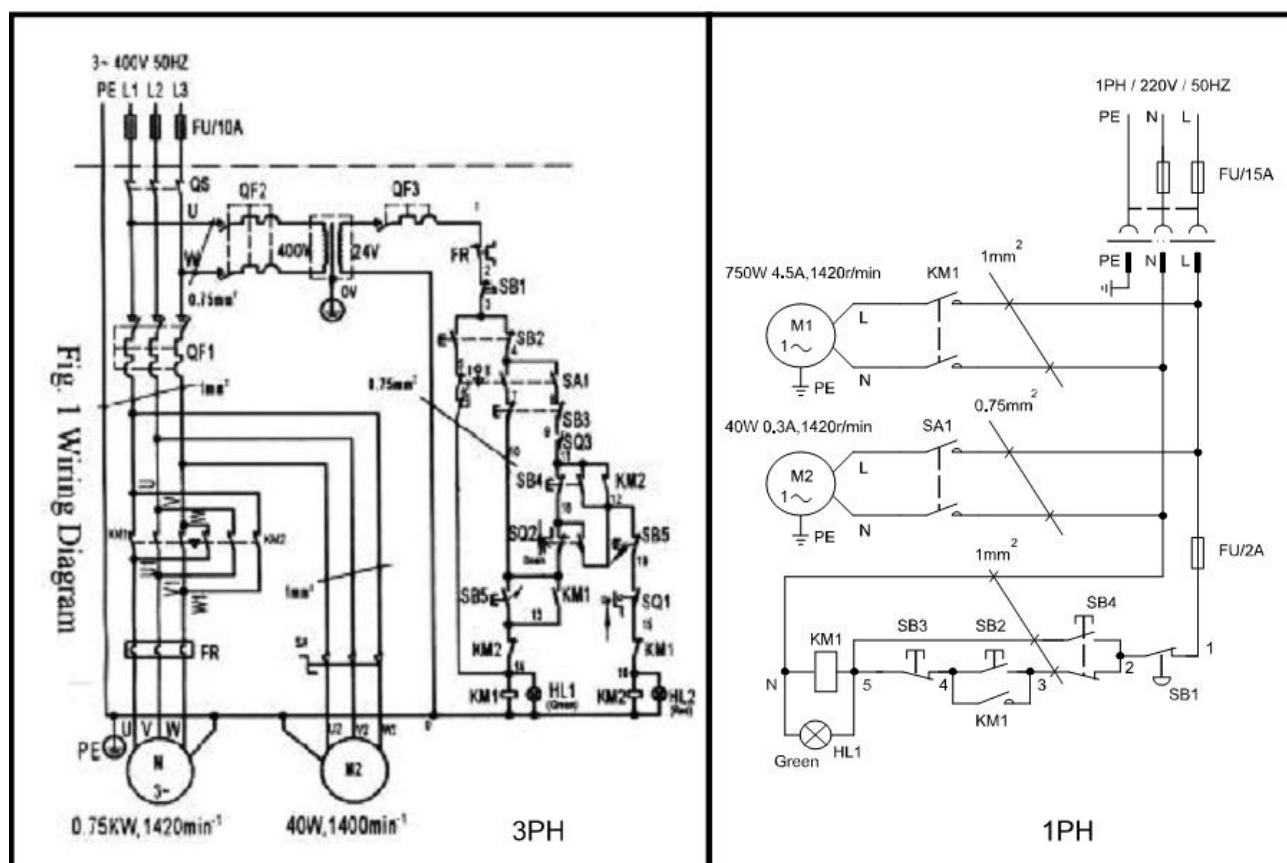

Рис. 1 Электрическая схема
5. ПОДКЛЮЧЕНИЕ ПИТАНИЯ (Рис. 1)